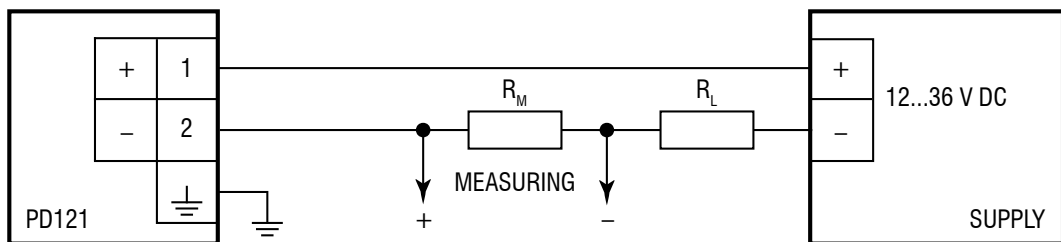

Fig. 4.1 External view
El transmisor debe conectarse de acuerdo con el diagrama de cableado (Fig. 4.1) considerando los requisitos de resistencia de carga.
- Desenrosque el prensaestopas (4) y saque el sello del cable (3).
- Pase el cable a través del prensaestopas (4) y el sello del cable (3) en el gabinete (2).
- Conecte los extremos pelados del cable a los terminales de tornillo del soporte del terminal (5) en de acuerdo con el diagrama de cableado (Fig. 4.1) y atornille bien los terminales.
- Coloque el soporte del terminal (5) en el gabinete (2) y cierre el sello del conector (6).
- Al atornillar el prensaestopas (4), asegúrese de que el prensaestopas con el sello del cable (3) están ensamblados correctamente y el sello del cable no está dañado.
- Enchufe el enchufe (2 + 5 + 6) en los contactos (7).
- Atornille y apriete el tornillo (1).